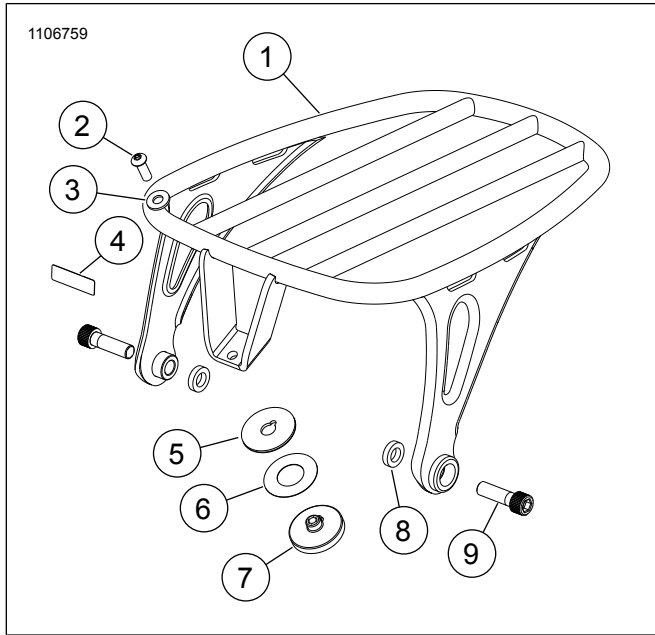
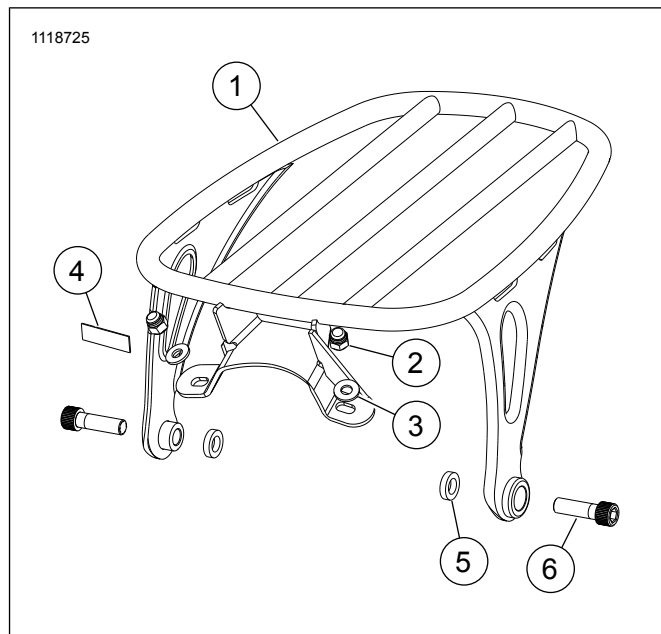

Abbildung 7. Satz 50300120
Abbildung 8. Satz 50300154/156
Siehe Abbildung 7, Abbildung 8 und Siehe Tabelle 1.
- g. Siehe Abbildung 7. Befestigungsstellen-Distanzstück (8) zwischen Schutzblech und Schutzblechbefestigung anbringen und mit einer Innensechskant-Kopfschraube sichern.
12. Siehe Abbildung 7. Die Schraube (2) anziehen.
- g. Siehe Abbildung 8. Befestigungsstellen-Distanzstück (5) zwischen Schutzblech und Schutzblechbefestigung anbringen und mit einer Innensechskant-Kopfschraube sichern.
4. Die Muttern (2) anziehen.